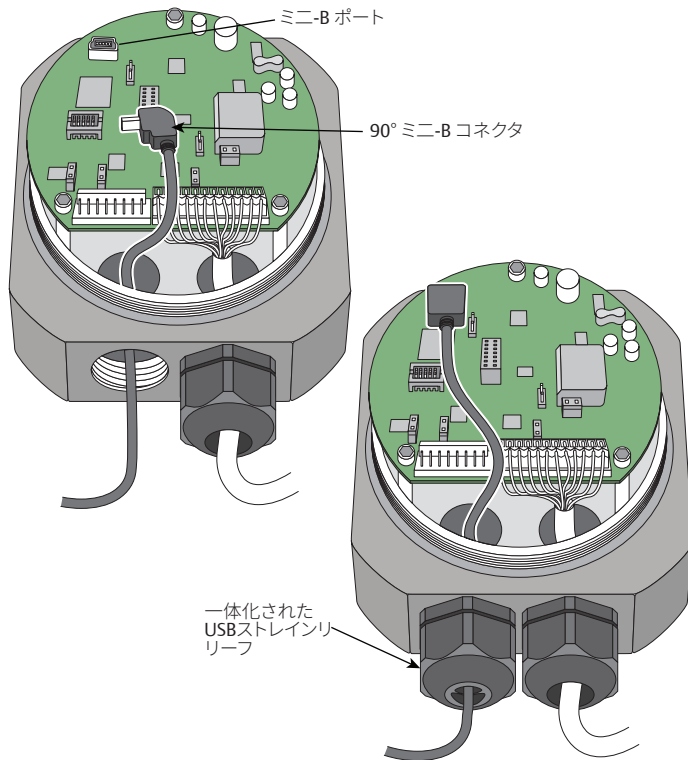

Figure 13: USB ケーブルを接続する
1. Figure 13 に示すように、ミニ-B コネクタを ER5000 のベースにある左の電線管ポートにスライドしてください。